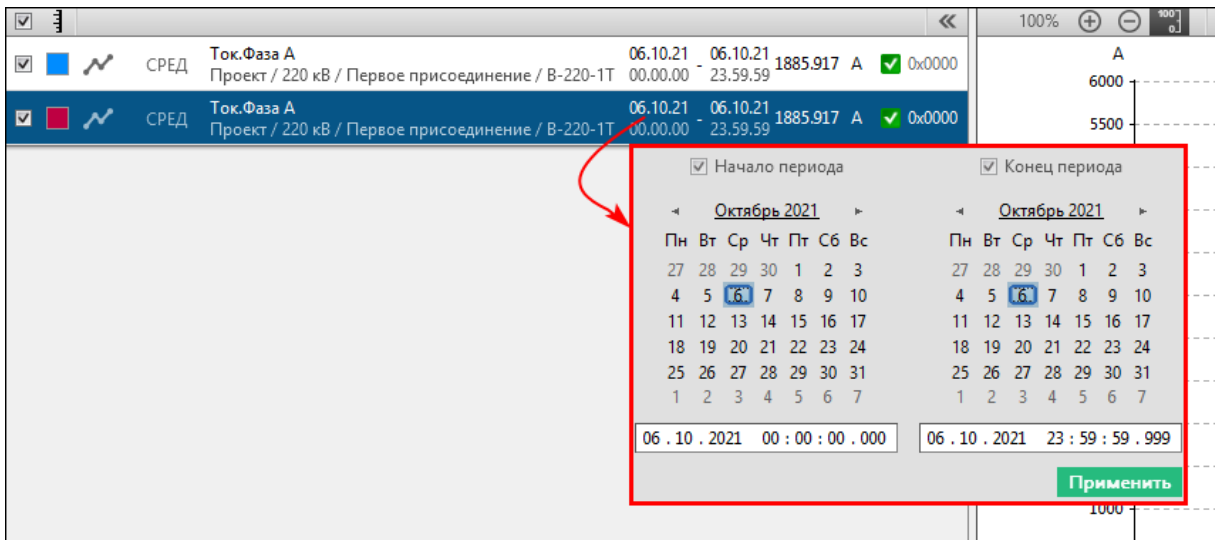

Рисунок 119 - Выбор интервала у «дубля»
6. У «дубля» сигнала (Рисунок 119):